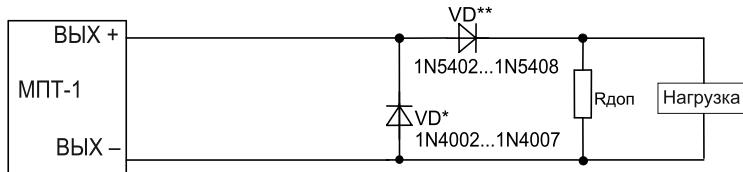

Рисунок 6
5.22 При значении тока, протекающего через нагрузку во включенном состоянии выхода, менее 50 мА, для обеспечения контроля целостности выходных цепей параллельно нагрузке должен быть подключен резистор ($R_{доп}$) (Рисунок 6).